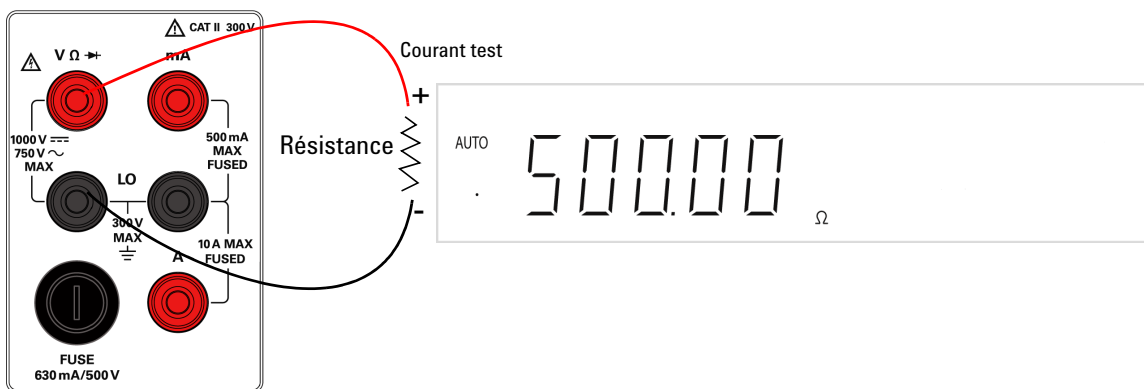

Figure 1-15 Connexion et affichage de la borne de résistance/continuité
- 2 Connectez les cordons de test rouge et noir à la borne d'entrée, tel qu'indiqué en Figure 1-15.